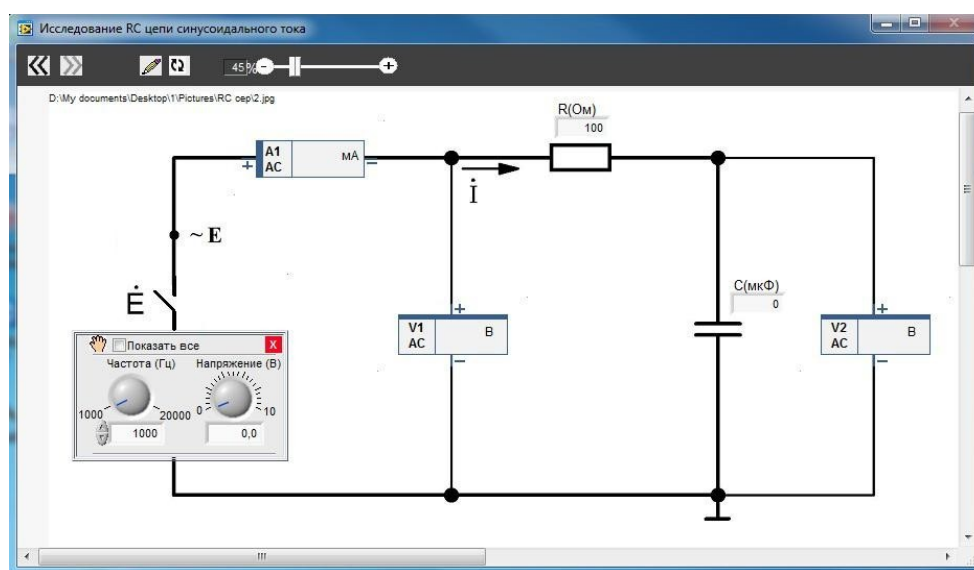

Рисунок 2.29 – Схема электрической цепи эксперимента
2. Из главного меню (рисунок 2.17) двойным щелчком выберите эксперимент «Исследование RC цепи синусоидального тока». Нажмите кнопку **Следующий** ($>>$) на панели инструментов. Откроется заранее подготовленное изображение электрической схемы лабораторной работы с размещенными на ней полями компонентов и приборов (рисунок 2.29).